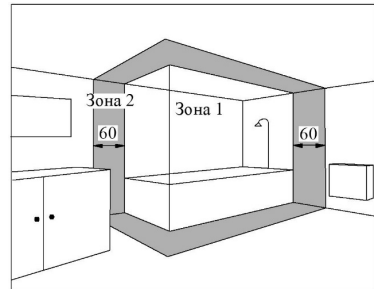

Рис. 4
**5.5** Конвектори з виконанням оболонки IP24 допускається встановлювати в приміщеннях з підвищеною вологістю – ванних кімнатах, душових, басейнах (рис. 4). При цьому установка конвектора забороняється: